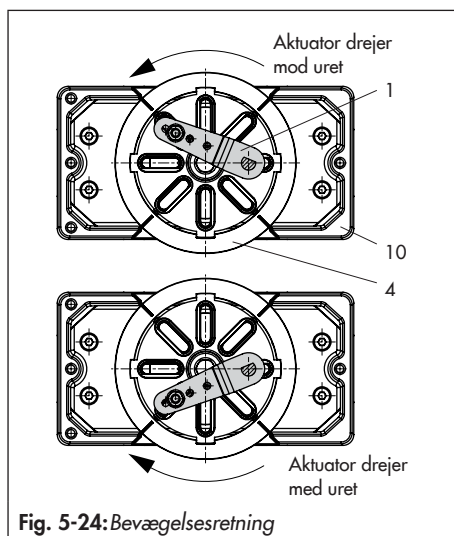

Fig. 5-24: Bevægelsesretning
6. Skru standard medbringerstiften (2) af positionerens M arm (1). Montér medbringerstiften (Ø5 mm) indeholdt i monteringssættet i stiftposition 90°.
7. Montér tilslutningspladen (6) til påkrævet G ¼ gevind eller trykmålerkonsollen (7) med trykmålere på positioneren. Kontrolér, at de to tætninger (6.1) sidder korrekt. Dobbeltvirkende drejeaktuatorer uden fjedre kræver en reverseringsforstærker i forbindelsessiden på positionerens hus (se afsnit 5.6.7).
8. Sæt positioneren på huset (10), og spænd den fast. Under hensyntagen til aktuatorens bevægelsesretning skal man justere armen (1), så den går i indgreb i den korrekte udsparring med dens medbringerstift (Fig. 5-24).